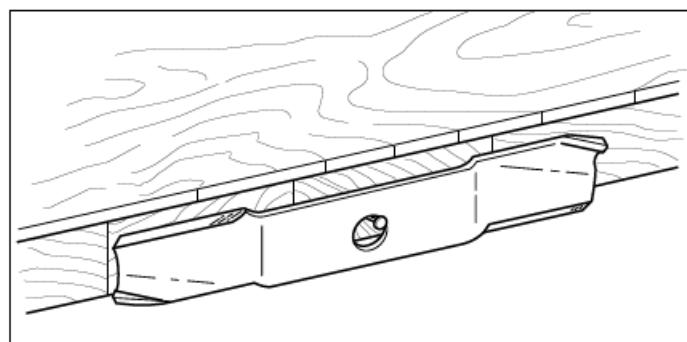

図 20 ブレードのバランスの確認
5. 図 20 のようにプレードのバランスをみます。プレード中心の穴に釘を打ちます。バランスのとれているプレードは、水平を保ちます。水平が保てない場合は、研磨し直すか、交換して下さい。